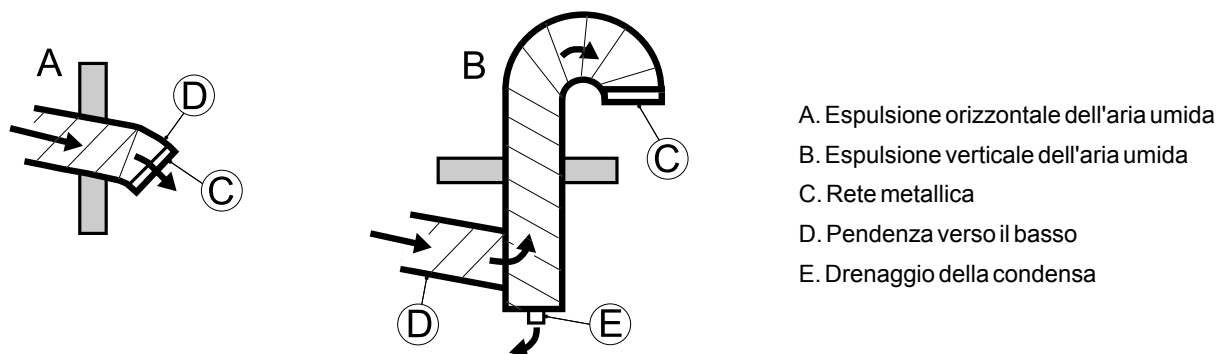

Figura 4.6 Progettazione dell'espulsione di aria umida
- I condotti orizzontali dell'aria umida devono essere installati con una leggera pendenza (lontano dal deumidificatore) per il deflusso dell'eventuale condensa. In corrispondenza dei punti più bassi del condotto di espulsione dell'aria umida devono essere installati condotti adeguati per il deflusso della condensa, vedere *Figura 4.6*.